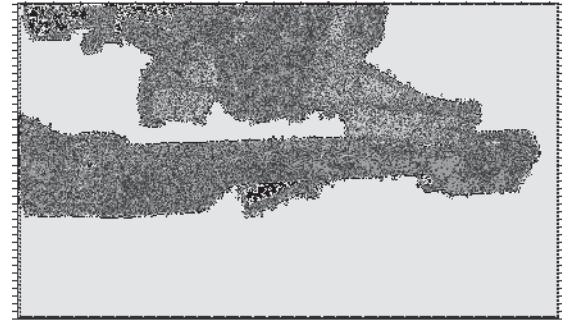

Fig. 5
2. Mettez ensuite les vis dans les ouvertures et serrez fort les vis principales, comme sur la figure 5.